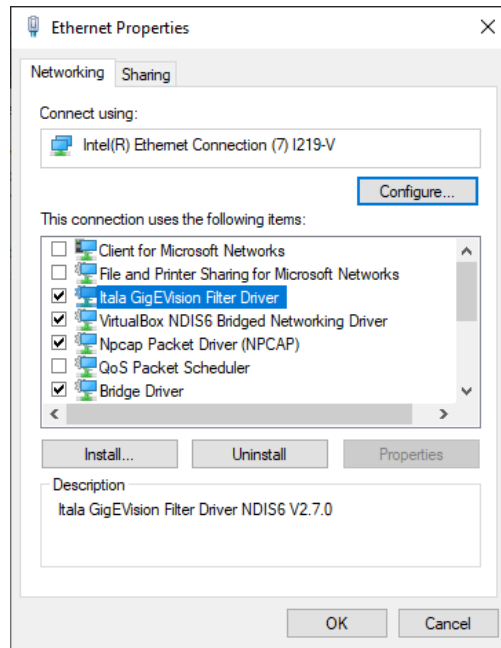

Figure 14: 已成功安装的 filter driver。
您可以在以太网连接属性窗口中确认 filter driver 是否安装成功。前往 控制面板 > 网络和共享中心 > 更改适配器设置，右键单击您的以太网连接并选择 属性。在 网络 选项卡中，您应能看到带有选中复选框的 filter driver 条目，如图 14 所示。
4. 安装完成后，filter driver 将出现在 NIC 属性窗口中（图 14）。